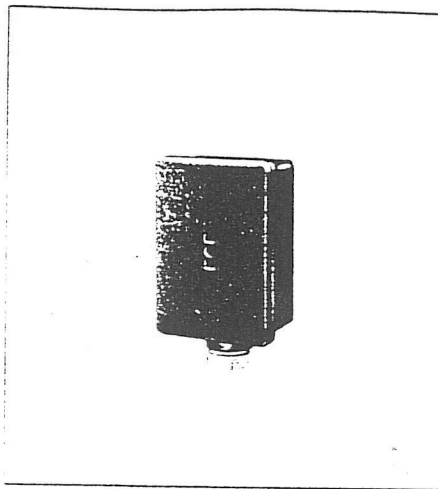

Bild 7 Vorlauffühler VFAN
3.2 Vorlauffühler VFAN (Bild 7)